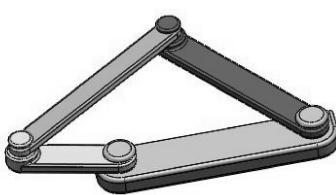

图 8-56 四连杆机构
- 01 打开本例素材文件【四连杆 .SLDASM】，如图 8-56 所示。